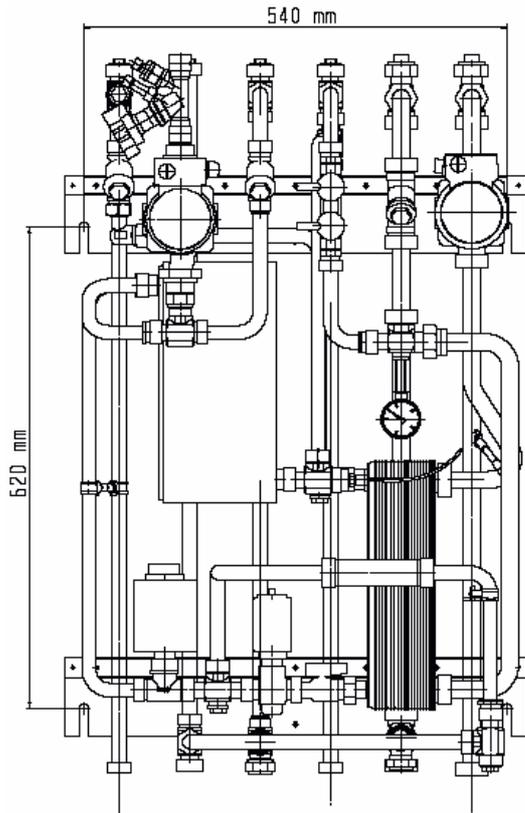
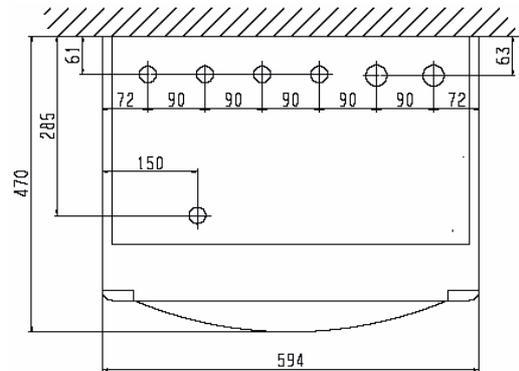

Рис. 1. Вид спереди с указанием размеров.
Рис. 2. Вид сверху с указанием размеров
- ИТП подвешивается на стену с использованием соответствующих материалу стены и весу модуля винтов, болтов или др. крепежа. Агрегат может монтироваться на стене на любой высоте, рекомендуется 1300 – 1500 мм от пола до верхних точек крепления. Схема расположения отверстий для винтов/кронштейнов показана на рис. 1. Размеры для соединения трубопроводов показаны на рис. 2.
См. рис.1